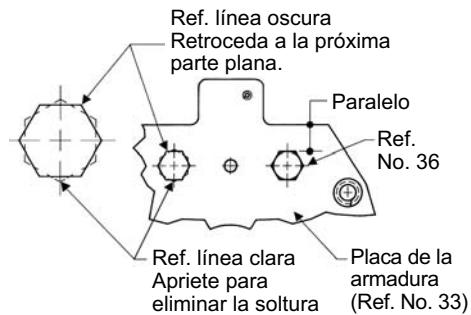

Figura 10
**AVISO:** Los tornillos (Ref. No. 36) tienen que estar lo suficientemente apretados como para remover la soltura solamente. Luego retroceda el tornillo en el sentido contrario a las manillas del reloj de modo que la próxima parte plana en el tornillo quede paralela con el borde en la placa de la armadura (Ref. No. 33) (Vea la Figura 10).